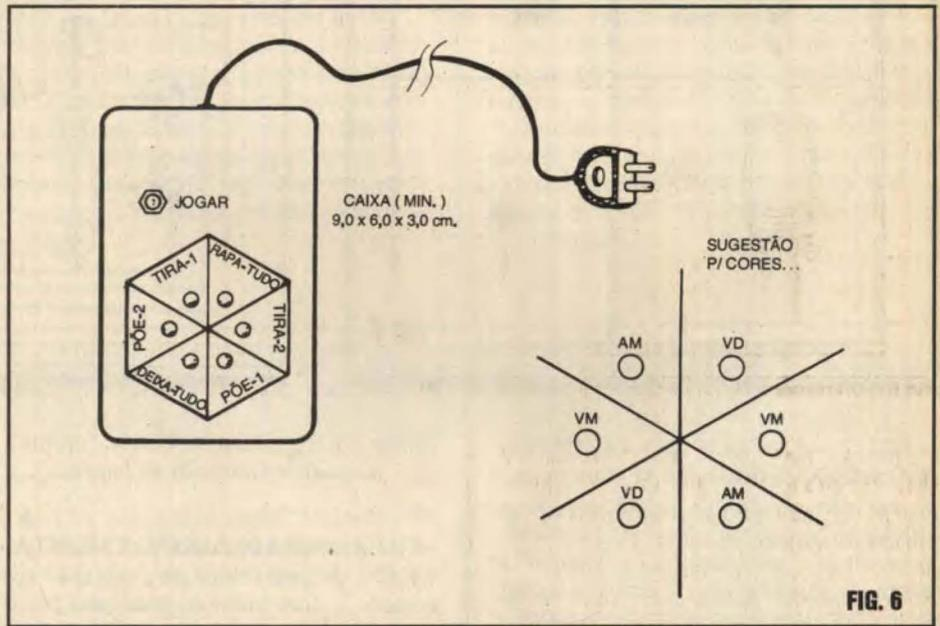

FIG. 6
- **FIG. 4 - "CHAPEADO" DA MONTAGEM** - O "outro" lado da placa (não cobreado...), com todas as principais peças posicionadas, identificadas pelos seus códigos, valores e demais referências de polaridade/orientação (reveja a **FIG. 2**, se "pintarem" dúvidas...). **ATENÇÃO** à posição do Integrado e dos diodos, bem como à polaridade do capacitor eletrolítico... Verificar que todos os seis LEDs devem ficar com seus terminais de **catodo (K)** mecanicamente voltados para o "interior" do círculo ou hexágono que gabarita o *display*. Ainda quanto aos LEDs (a **FIG. 6**, mais adiante, dará outros detalhes a respeito...), para uma bonita "estética tonal", convém que os componentes de *mesma cor* situem-se no *display* sempre em posições diametralmente opostas (em outras palavras: de modo que *não fiquem* dois LEDs da *mesma cor* em posições adjacentes...). Ainda um ponto *importante*: para que o acabamento/"encaixamento" fique fácil e profissional, *todos* os componentes
- FIG. 6 - SUGESTÕES PARA O ACABAMENTO DA CAIXA E ORGANIZAÇÃO DO DISPLAY - Usando, no encapsulamento da montagem, um *container* plástico nas dimensões indicadas no item **DIVERSOS/OPCIONAIS** da LISTA DE PEÇAS, o painel principal do **PIRATE** poderá ficar conforme sugere o diagrama... Observem que, para "gabaritar" os furos correspondentes aos LEDs, no dito painel principal da caixa, o Leitor / "Aluno"